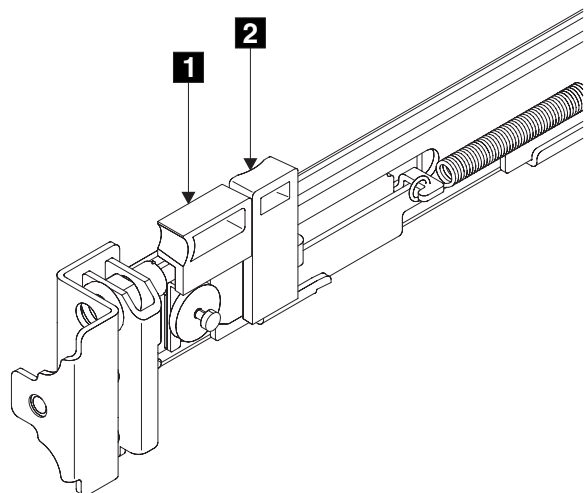

図 80. ラッチ・ロック・キャリアを引っ込める
2. ラッチ・レバー **1** の側面に人さし指を置き、ラッチ・ロック **2** の表面に親指を置きます。 235 ページの図 80 を参照してください。